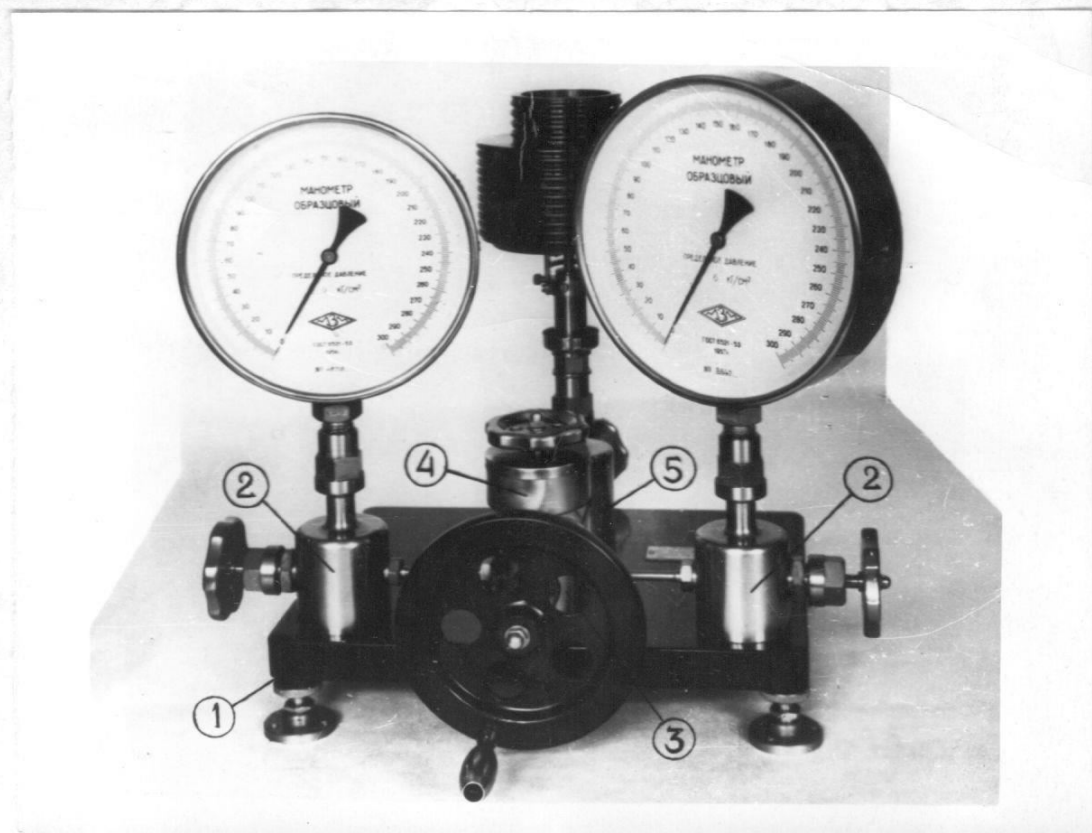

Рис. 1
15. Уаы прибора рис.1 /смонтированы на прочном металлическом основании 1, снабженном регулировочными ножками, позволяющими устанавливать его по уровню и фиксировать достигнутое положение контргайками.